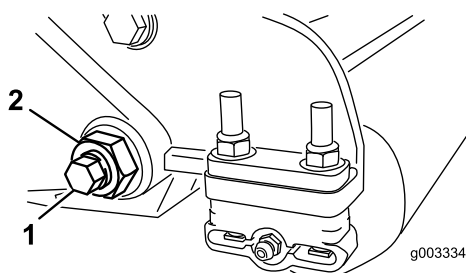
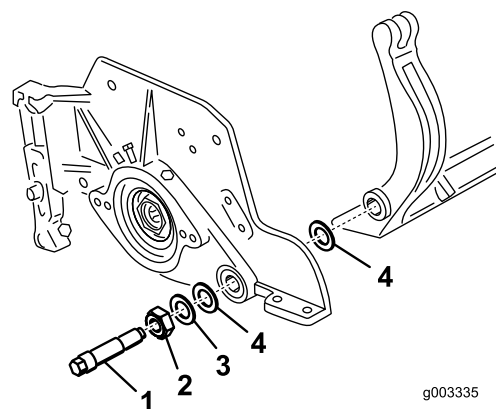

Figure 31
Figure 32
3. De chaque côté de la machine, desserrez le contre-écrou de fixation du boulon de la barre d'appui (Figure 31).
(Figure 31). Mettez de côté 2 rondelles en nylon et 1 rondelle en acier estampé à chaque extrémité de la barre d'appui (Figure 32).
4. Placez une rondelle en acier à l'extérieur de chaque rondelle en nylon (Figure 32).